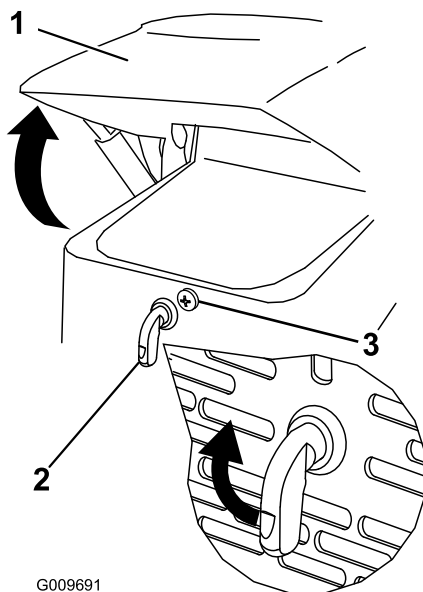

Figura 26
1. Afloje el tornillo de bloqueo del capó (Figura 26).
2. Giro el cierre del capó en el sentido de las agujas del reloj (Figura 26).
3. Levante el capó (Figura 26).
3. Apriete el tornillo de bloqueo del capó para bloquear el cierre (Figura 26).